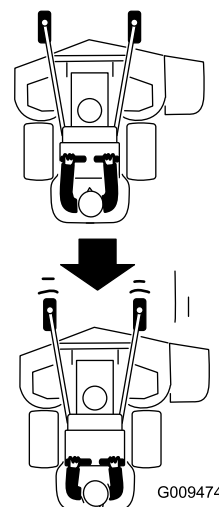

Figura 23
- Puxe lentamente as alavancas de controlo de movimento para trás (Figura 23).